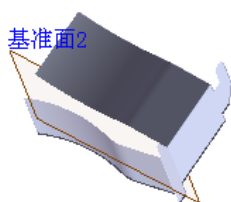
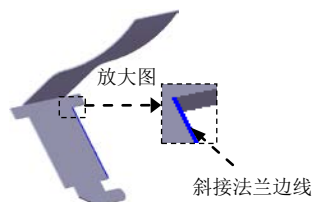
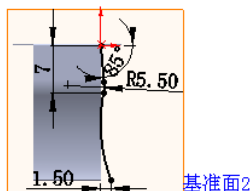

图 1.13 斜接法兰 2
图 1.14 斜接法兰边线
图 1.15 横断面草图
(4) 单击  按钮, 完成斜接法兰 1 的创建。
Step5. 创建图 1.13 所示的钣金特征——斜接法兰 2。
(1) 选择命令。选择下拉菜单    命令(或单击“钣金”工具栏上的“斜接法兰”按钮 )。
(2) 定义法兰边线。选取图 1.14 所示的边线为斜接法兰边线。
(3) 定义特征的横断面草图。
① 定义横断面草图。在草图环境中绘制图 1.15 所示的横断面草图。
② 选择下拉菜单   命令, 退出草图环境, 此时系统弹出“斜接法兰”对话框。
(4) 定义斜接法兰参数。定义法兰位置: 在 **法兰位置(N)** 区域中, 单击“折弯在外”按钮 。其他采用默认设置值。
(5) 单击  按钮, 完成斜接法兰 2 的创建。